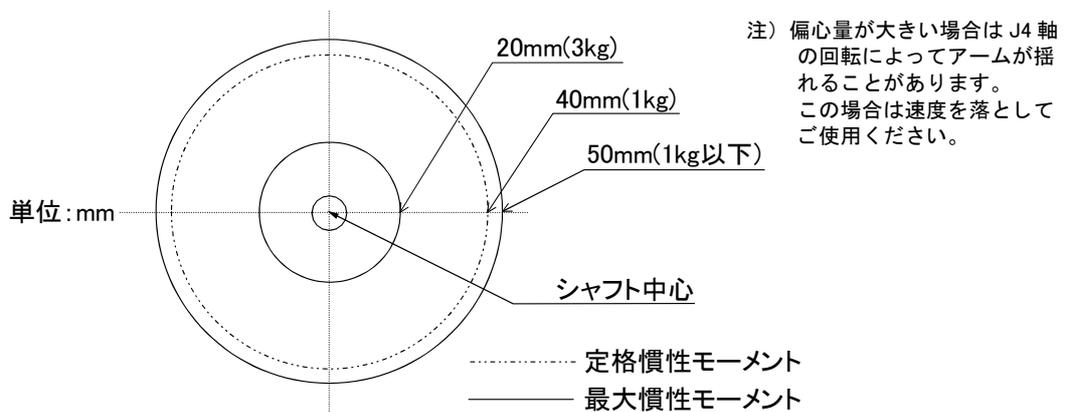

図 2-6 : RH-3FHR シリーズの負荷重心位置 (比較的負荷体積が小さい場合)
- (1) ツーリングは、15 ページの「2.1.1 基本仕様」に記載しています許容慣性モーメント以下の条件を満たすようにしてください。
- (2) 図 2-3 ~ 図 2-6 に負荷の体積が比較的小さい場合の重心位置の分布寸法を示しています。図を参考にツーリングの設計をしてください。